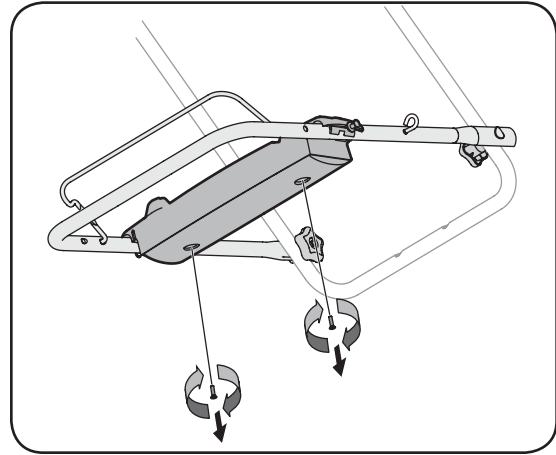

Figure 5-5
1. Soulevez le couvercle de la batterie selon les instructions dans la section «Remplacement de la batterie». Voir la Figure 5-5.
- Quand la courroie est dégagée de la transmission, abaissez le déflecteur du plateau de coupe pour pouvoir atteindre la poulie motrice et dégager la courroie de la poulie et de dessous le plateau de coupe. Voir la Figure 5-5.
- Desserrez les boutons en forme d'étoile qui attachent les poignées supérieure et inférieure et repliez douce-ment la poignée supérieure vers la poignée inférieure, comme à la Figure 5-5.
- Enlevez les deux vis qui retiennent le couvercle de la batterie sur l'habitacle de la batterie et mettez-les de côté. Voir la Figure 5-5.